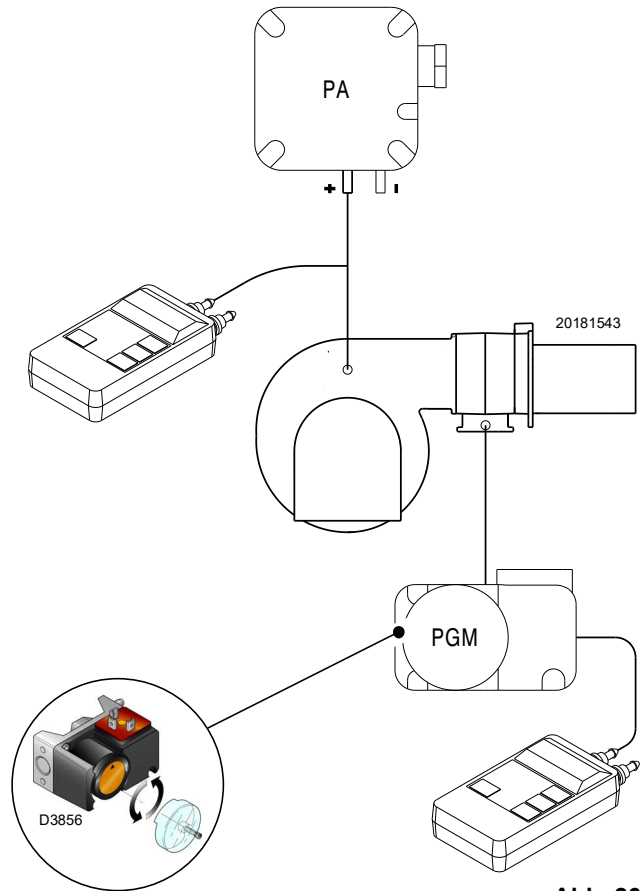

Abb. 26
- Stellen Sie den Maximal-Gasdruckwächter (Abb. 26 auf Seite 26) auf den Skalenendwert ein.
Die Einstellung des Maximal-Gasdruckwächters ausführen (Abb. 26), nachdem alle anderen Einstellungen des Brenners bei auf das Skalende eingestellten Maximal-Gasdruckwächter vorgenommen wurden.